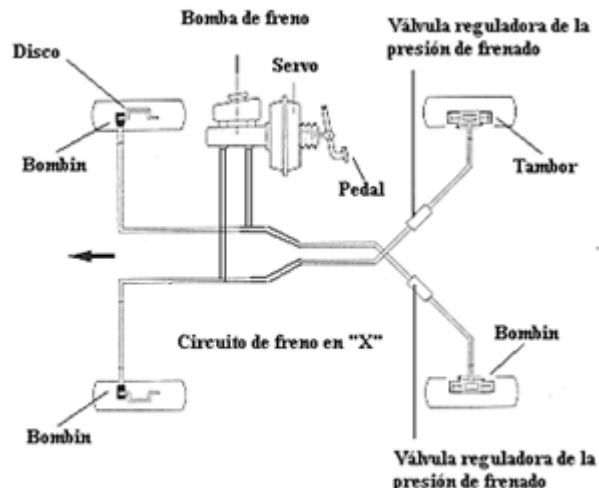

figura 2
-En la figura 2 se ve el esquema de un circuito de frenos con ABS. Como se aprecia el esquema es igual al circuito de frenos convencional al que se le ha añadido: un hidrogupo, una centralita electrónica de mando y unos detectores de régimen (RPM) a cada una de las ruedas, estos elementos forman el sistema ABS.